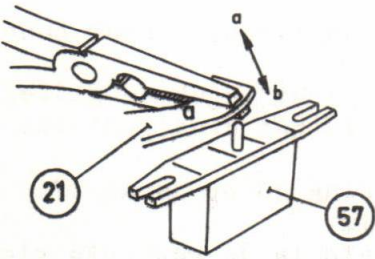

Fig.25
N. NETSCHAKELAAR 57 (zie fig. 25 en 26)
Eventueel in te stellen door de lip a iets te verbuigen (zie fig.25).